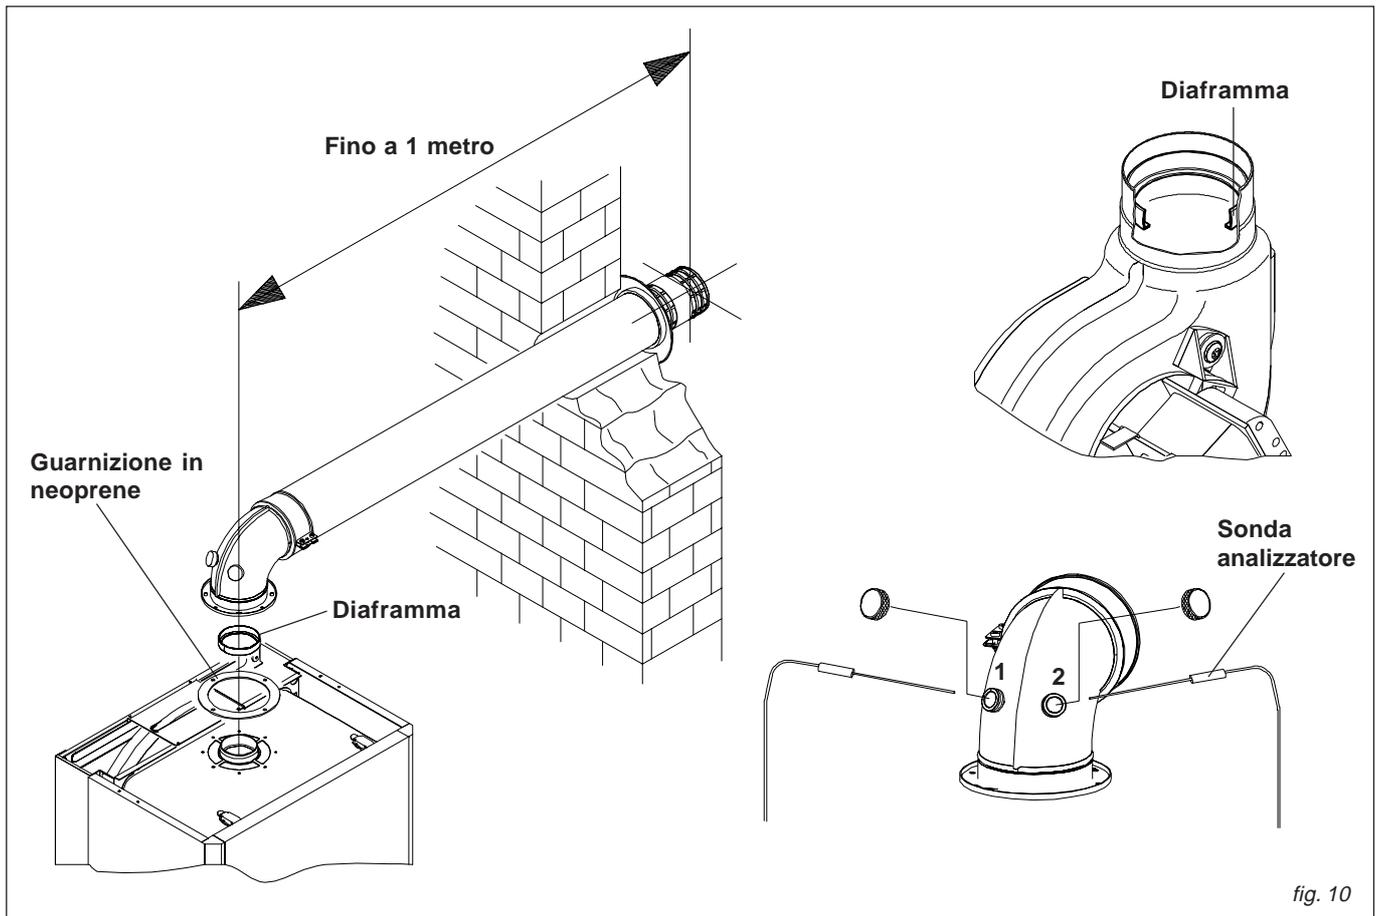

fig. 10
Per installazioni con tubo coassiale di lunghezza inferiore a 1 metro, è necessario inserire un diaframma, fornito assieme alla caldaia, all'interno del condotto uscita fumi del ventilatore (vedi fig. 10).
- misura dell'aria comburente prelevata nell'apposito foro 2 (vedi fig. 10).
- misura della temperatura fumi prelevata nell'apposito foro 1(vedi fig. 10).